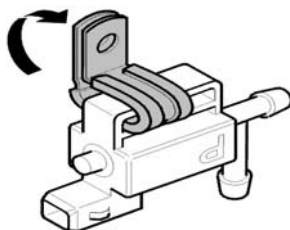

Fig. 3
- Installer, contre l'électrovanne de purge, le support neuf avec son isolation en caoutchouc (Fig. 3).